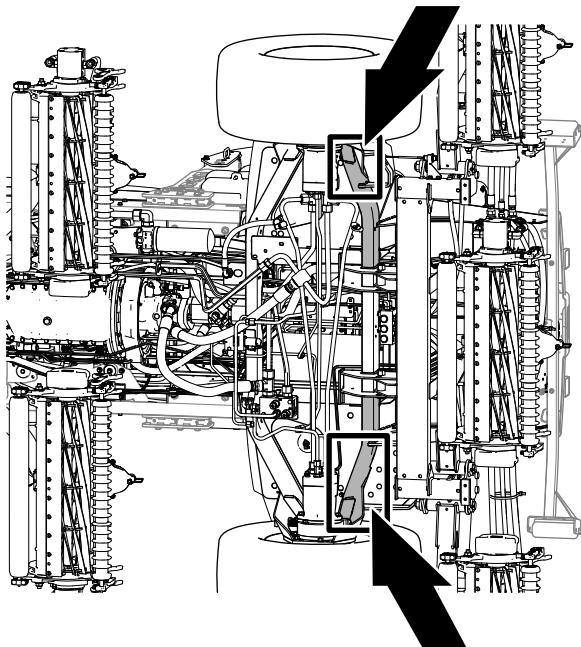

Рисунок 99
- Передняя часть машины — на раме машины, перед гидромоторами колес (Рисунок 99).